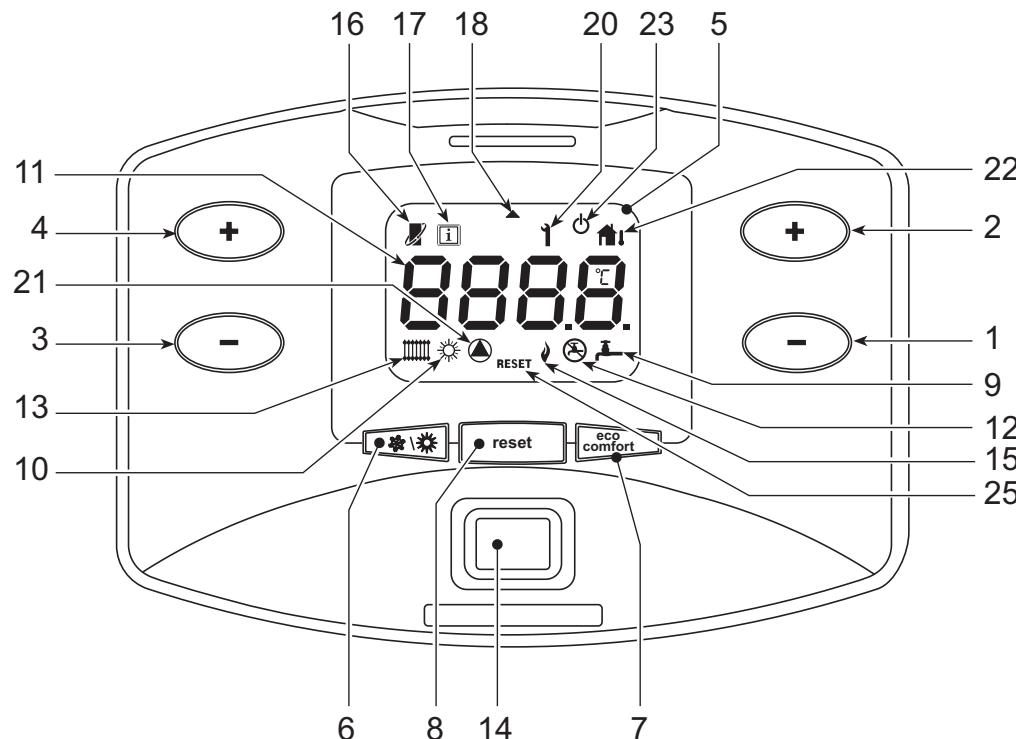
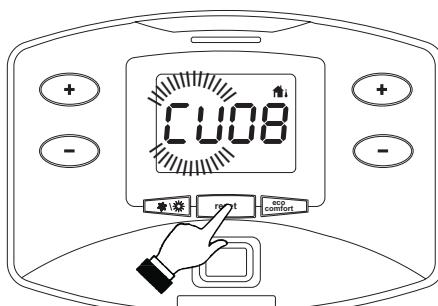

fig. 1 - Tableau des commandes
fig. 10 - Courbe de compensation
La demande de chauffage (venant du thermostat d'ambiance ou de la chronocommande à distance ou du signal 0-10 Vdc) est indiquée par l'activation du circulateur et du radiateur (rep. 13 - fig. 1 et 21).
L'afficheur (11 - fig. 1) visualise la température actuelle du refoulement de chauffage et pendant le temps d'attente l'indication "d".
La demande de chauffage du ballon est indiquée par l'allumage du circulateur et du robinet (rep. 9 et 21 fig. 1) L'afficheur (11 - fig. 1) visualise la température du capteur du ballon et pendant le temps d'attente chauffage l'indication "d".
L'utilisateur peut exclure le chauffage/maintien de la température dans le ballon. En cas d'exclusion, l'eau chaude sanitaire ne sera pas disponible. Le ballon peut être désactivé par l'utilisateur (mode ECO) en appuyant sur la touche (rep. 7 - fig. 1). En mode ECO, l'afficheur active le symbole (rep. 12 - fig. 1) Pour activer le mode COMFORT, réappuyer sur la touche (rep. 7 - fig. 1).
Appuyer la touche allumage/extinction (14)fig. 1.
Appuyer sur la touche (rep. 7 - fig. 1) pendant 5 secondes.
Pour rallumer la chaudière, réappuyer sur la touche (rep. 7 fig. 1) pendant 5 secondes.
Pour couper complètement l'alimentation électrique de l'appareil appuyer la touche 14 fig. 1.
Appuyer la touche rep. 6 - fig. 1 pendant 1 seconde.
L'afficheur montre le pictogramme Été (rep. 10 - fig. 1) - . La fonction chauffage est désactivée, et la production éventuelle d'eau sanitaire (avec ballon externe optionnel) est activée. Le système antigel reste activé.
Pour désactiver le mode Été, réappuyer sur la touche (rep. 6 - fig. 1) pendant 1 seconde.
Pour régler la température entre 20° C (minimum) et 90° C (maximum), agir sur les touches du chauffage (rep. 3 et 4 - fig. 1)
Pour régler la température entre 10 °C (minimum) et 65 °C (maximum), agir sur les touches sanitaire (rep. 1 et 2 - fig. 1).
Lorsqu'une sonde extérieure (option) est installée, l'afficheur du tableau des commandes (rep. 5 - fig. 1) montre le symbole (22fig. 1). Le système de régulation de la chaudière travaille en mode "température évolutive". Dans ce mode, la température de l'installation chauffage est régulée en fonction des conditions climatiques extérieures de manière à garantir un confort élevé et une économie d'énergie pendant toute l'année. En particulier, lorsque la température extérieure augmente la température de départ installation diminue selon une "courbe de compensation" donnée".
Avec le réglage évolutif, la température programmée à l'aide des touches chauffage (rep. 3 et 4 - fig. 1) devient la température maximum de départ installation. Il est conseillé de régler la valeur maximale pour permettre au système de réguler la température sur toute la plage utile de fonctionnement.
Appuyer une fois sur la touche (rep. 8 - fig. 1) pendant 5 secondes pour afficher la courbe de compensation actuelle (fig. 10). Il est possible de la modifier à l'aide des touches eau chaude sanitaire (rep. 1 et 2 - fig. 1)
Appuyer sur les touches chauffage (rep. 3 et 4 - fig. 1) pour passer au déplacement parallèle des courbes (fig. 13), qui peut être modifié à l'aide des touches eau chaude sanitaire (rep. 1 et 2 - fig. 1).
Réappuyer sur la touche (rep. 8 - fig. 1) pendant 5 secondes pour quitter le mode de réglage des courbes parallèles